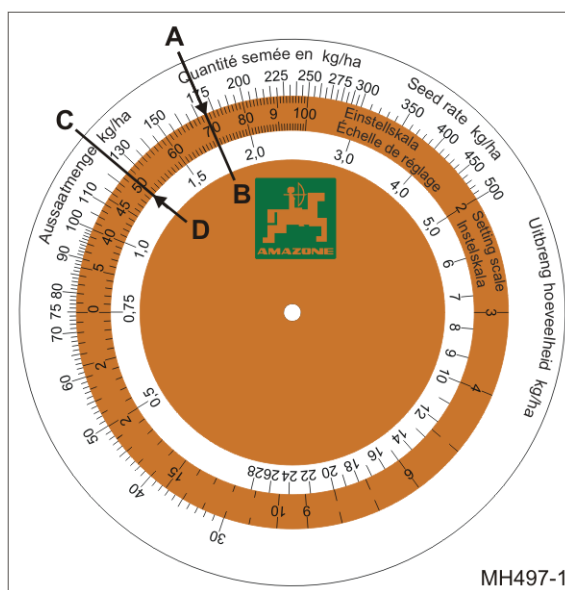

Fig. 88
- o cantidad de siembra calculada 175 kg/ha (Fig. 88/A)
- o posición del engranaje 70 (Fig. 88/B)
2. Consultar la posición del engranaje para la cantidad de siembra deseada de 125 kg/ha (Fig. 88/C) en el disco de cálculo.
- Posición del engranaje 50 (Fig. 88/D).